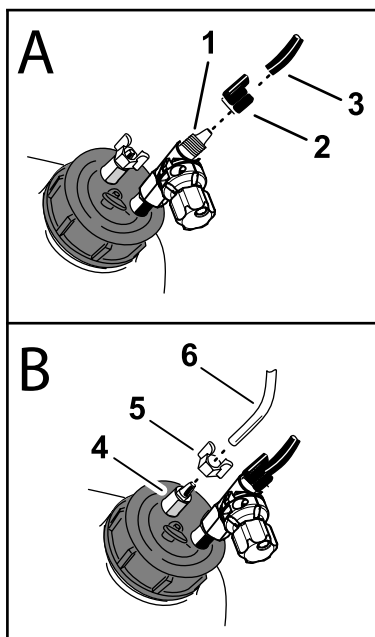

Figura 2
- Ensamble la tuerca de compresión azul (Figura 2) que retiró en el paso 3 de Instalación de la válvula de control de espuma (página 3) sobre el tubo azul del tubo de retorno de compresor a depósito que cortó en 2 Preparación de los tubos (página 2).
en el tapón, y apriete la tuerca de compresión a mano (Figura 2).
- Retire la tuerca de compresión blanca del acoplamiento del tapón del depósito (Figura 2).
- Monte la tuerca de compresión blanca sobre el tubo transparente del tubo de retorno de compresor a depósito (Figura 2).